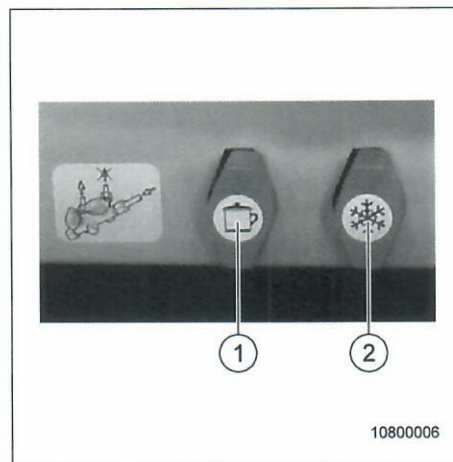

Abb. 52 Gasabsperrentil Herd und
- Die Gasabsperrentile für den Gasherd (Abb. 52, Pos. 1) und den Kühlschrank (Abb. 52, Pos. 2) befinden sich unter der Küchenarbeitsplatte.